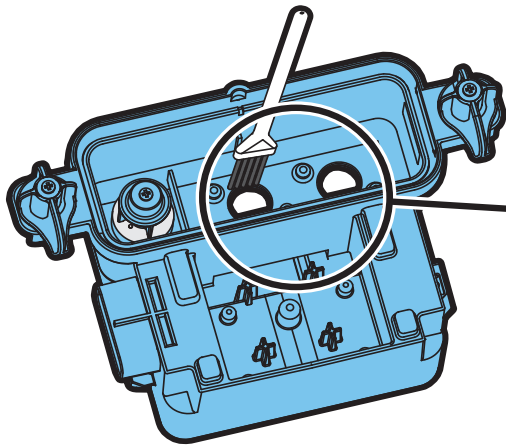

Fig. 13
9. Hell litt oppvaskmiddel i bunnen og bruk den medfølgende børsten til forsiktig å rengjøre alle overflater inkludert metallplaten og gummiforseglingen som sitter i sporet øverst. **Ikke fjern gummipakningene.** (Se fig. 13 og 14)